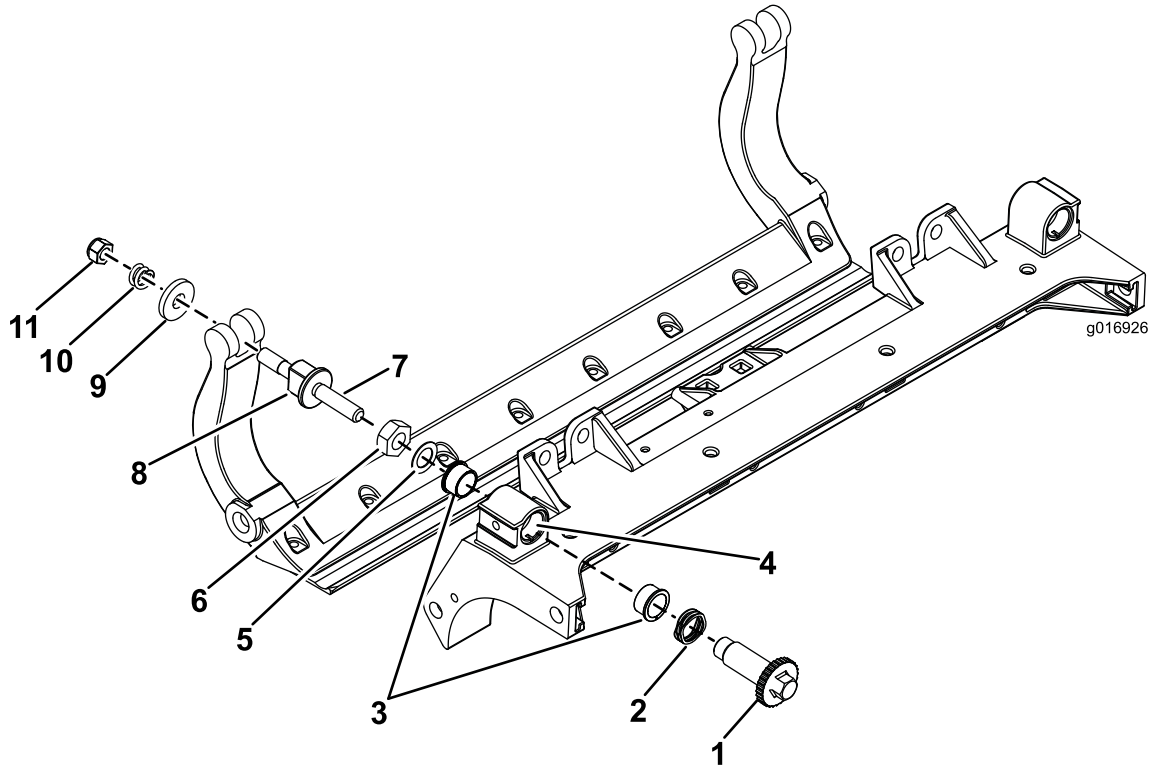

Figura 34
1. Retire todas las piezas (consulte las *Instrucciones de instalación* del Kit HD DPA Modelo 120–7230 y Figura 34).
2. Aplique antigripante al interior del alojamiento de los casquillos del bastidor central de la unidad de corte (Figura 34).
3. Alinee los salientes de los casquillos con brida con las ranuras del bastidor, e instale los casquillos (Figura 34).
4. Instale una arandela ondulada sobre el eje del ajustador e introduzca el eje del ajustador en los casquillos con brida del bastidor de la unidad de corte (Figura 34).
5. Sujete el eje del ajustador con una arandela plana y una contratuerca (Figura 34). Apriete las tuercas de las ruedas a 20–27 N m.
12. Coloque una arandela de acero por fuera de cada arandela de nylon (Figura 34).
13. Apriete la tuerca de cada ajustador de la barra de asiento hasta que el muelle de compresión esté comprimido del todo, luego afloje la tuerca 1/2 vuelta (Figura 34).